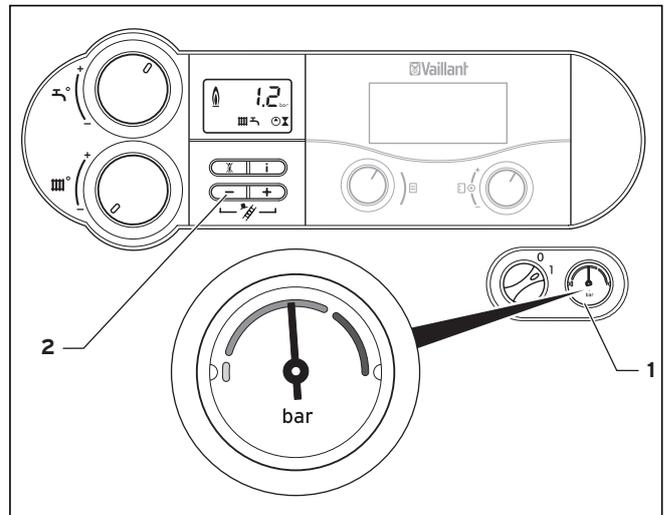

Рис. 6.1 Проверка давления наполнения отопительной установки
Для бесперебойной работы отопительной установки стрелка манометра (1) в холодном состоянии должна находиться в верхней половине темно-серой зоны (см. рис. 6.1). Это соответствует давлению наполнения между 1,0 и 2,0 бар.